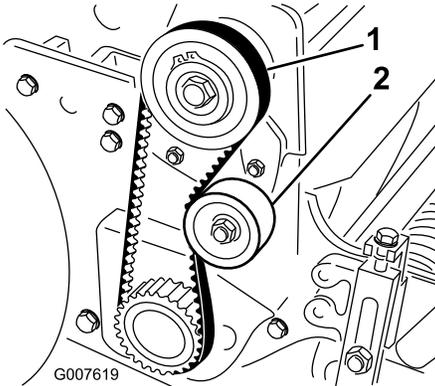

図 35
2. プーリ間の中央部で 図 35、1822N 1.82.3kg 程度の力でベルトを指で押して張りを点検する。ベルトのたわみが 6mm あれば適正とする。
- A. アイドラプーリ固定ナットをゆるめ、プーリを右に回してベルトの背に押しつけて、適当な張りを出す 図 35。